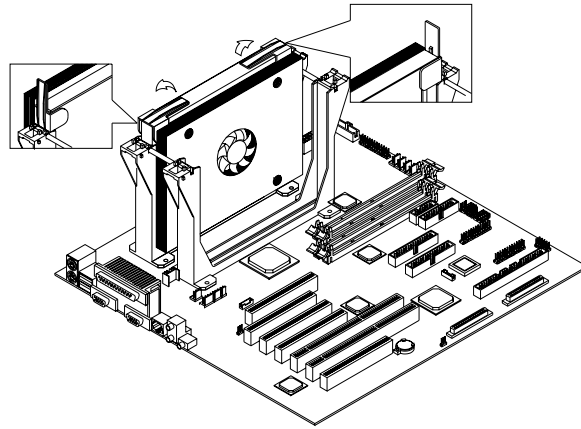

Abbildung 3-9 Plastiklaschen
3. Klappen Sie beide Plastiklaschen des Pentium III Xeon-Prozessors wie in Abbildung 3-9 gezeigt nach oben. Dadurch wird der Prozessor vom Steckplatz gelöst.